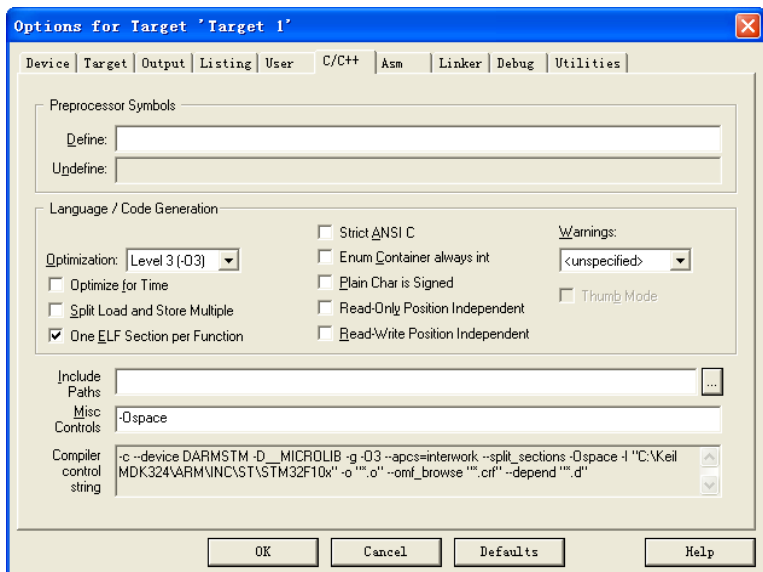

图 1.35 代码尺寸优化: 配置 C/C++ 页面
(3) 修改优化级别: 在“Options For Target”对话框的“C/C++”页面,可使用编译选项“-Ospace”进行编译,将着重对空间进行优化,让编译器自动减小代码大小。另外,还可以选更高的选优化级别“Level 3(-O3)”,如图 1.35 所示。Level 3 的优化等级最高,最适合下载到最终的产品芯片中,而 Level 0 为不优化,这种模式最适合调试,因为它不会优化掉代码。在学习时,使用“Level 0(-O0)”,以方便程序的调试。